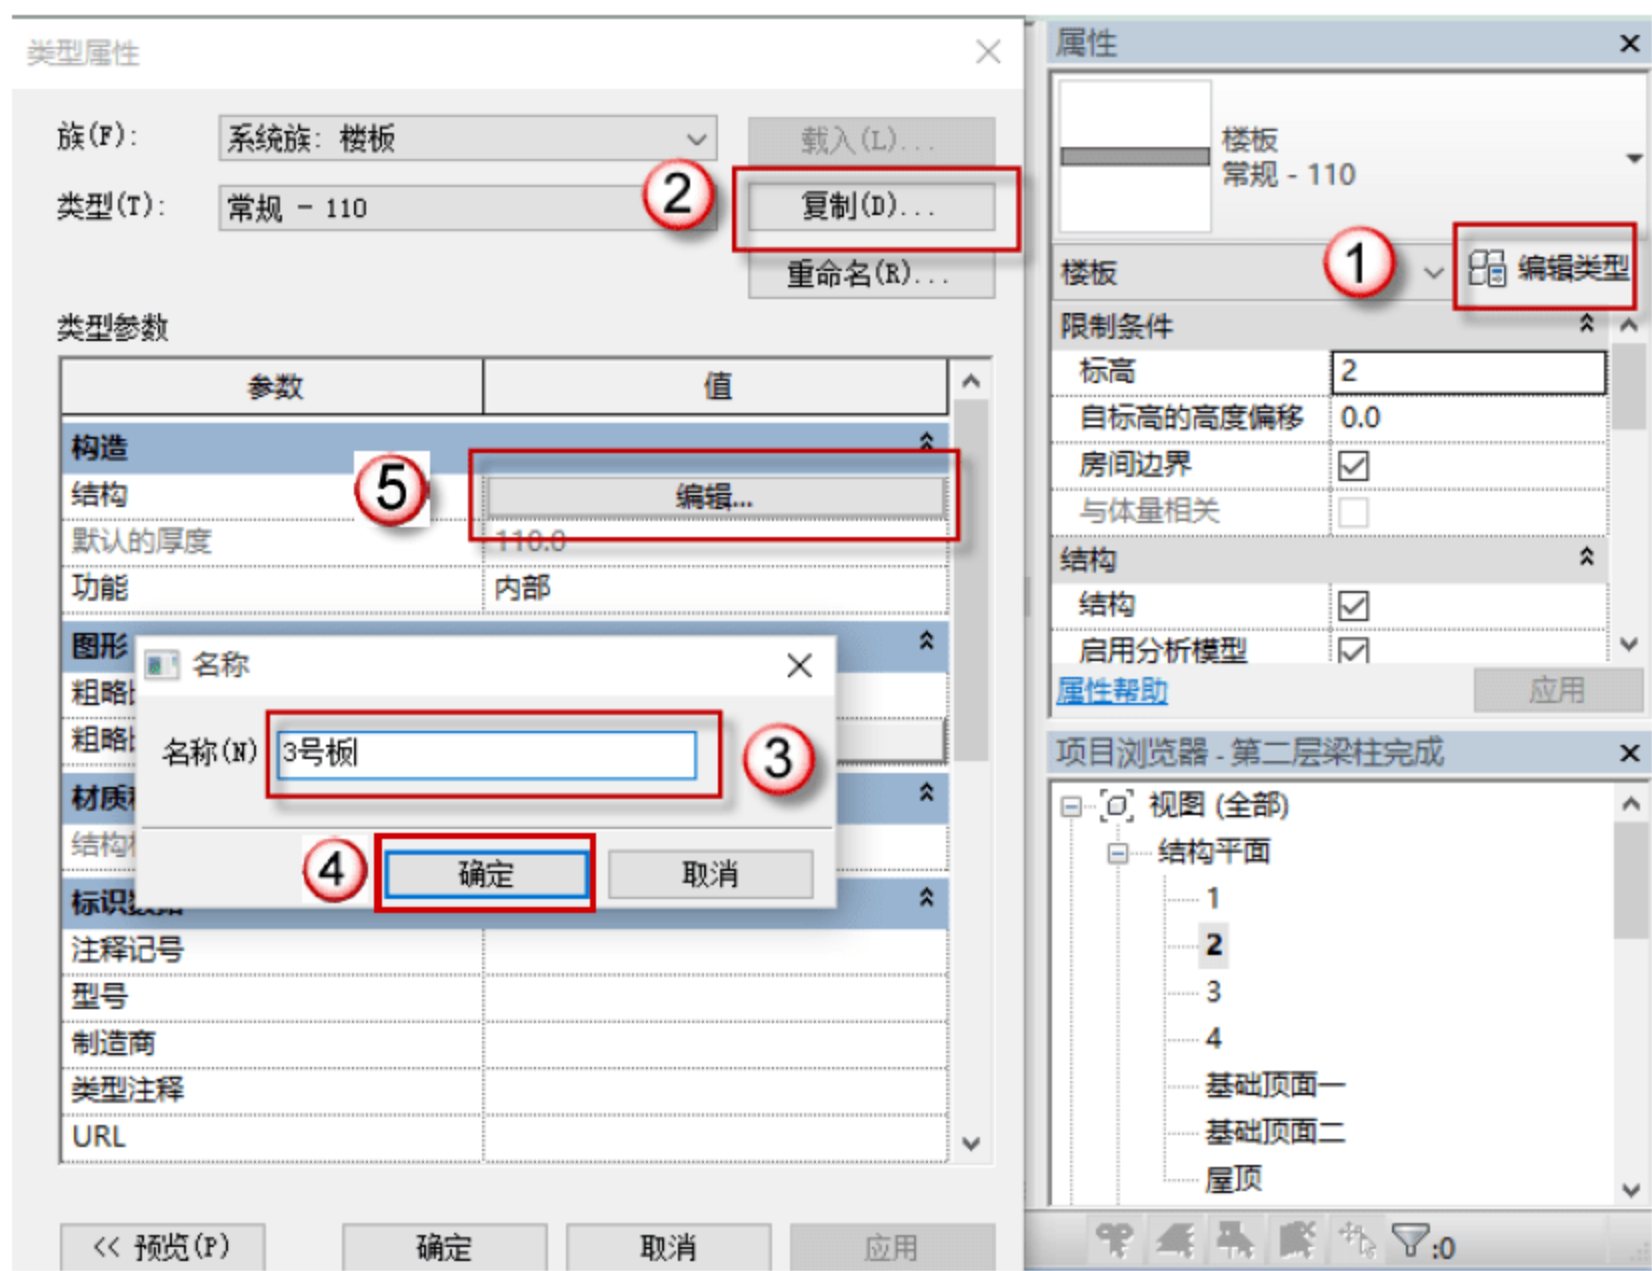

图 4.3.6 设置 3 号板参数
(6) 设置 3 号板参数，按快捷键 S+B，进入编辑模式，单击“编辑类型”按钮，在弹出的对话框中单击“复制”按钮，再在弹出的对话框中命名板号，单击“确定”按钮。单击“编辑”按钮设置参数，将板厚设置为 110，如图 4.3.6 所示。